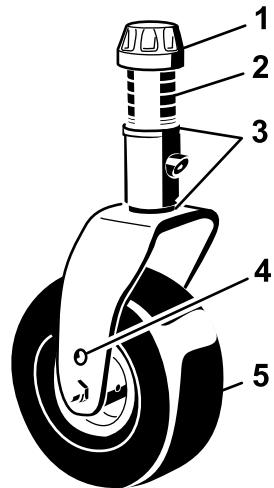
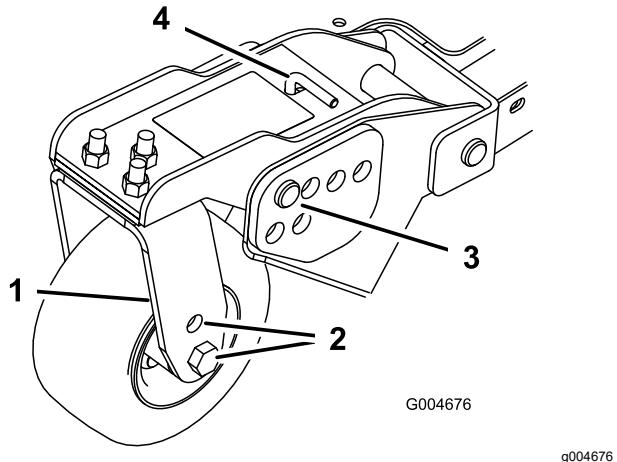
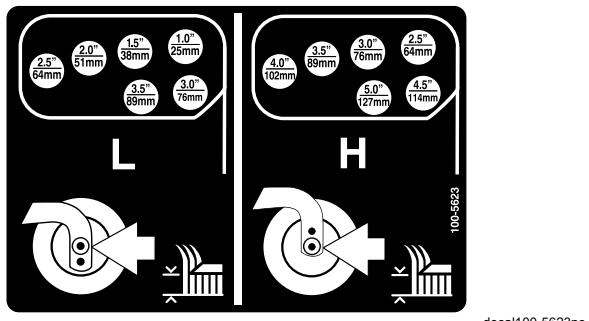

Figure 24
Figure 26
Figure 27
1. Placez les essieux des roues pivotantes dans les mêmes trous sur toutes les fourches (Figure 24 et Figure 26).
2. Enlevez le chapeau de tension de l'axe de pivot et sortez l'axe du bras de la roue pivotante (Figure 24).
5. Enlevez la goupille fendue et les axes de chape des bras de pivot (Figure 26).
6. Tournez la tige de tension pour éléver ou abaisser le bras de pivot jusqu'à ce que les trous soient en face de ceux du support de hauteur de coupe sélectionnés dans le cadre du plateau de coupe (Figure 26 et Figure 27).